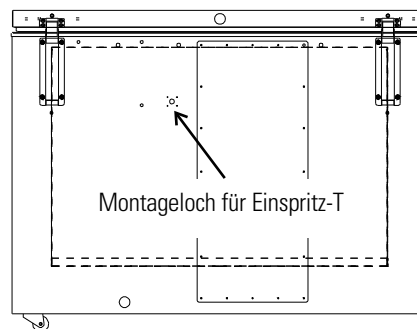

Abb. 6-1. Montageort
1. Montageöffnung suchen, um das Einspritz T-Stück zu montieren. Siehe Abb. 6-1.